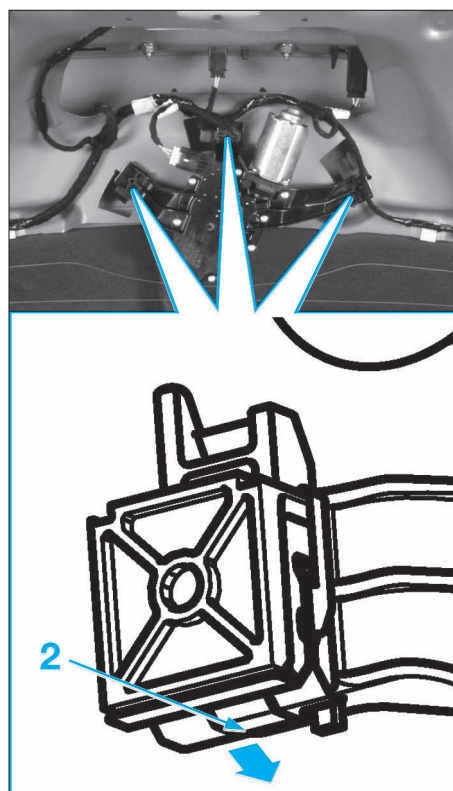

FIG. 85
- A l'aide d'un tournevis plat, pousser la languette en (2) (Fig.85), afin de déverrouiller la fixation.